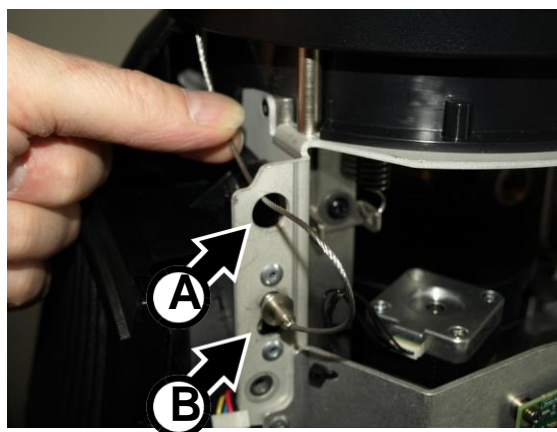

Рисунок 6
12. См. рисунок 6. Продеть страховочный трос комплекта Veam сквозь отверстие **A** в ходовой раме головной части, а затем в точку механической фиксации страховочного троса **B**. Нажать и сдвинуть фиксатор так, чтобы он заблокировался в точке крепления.